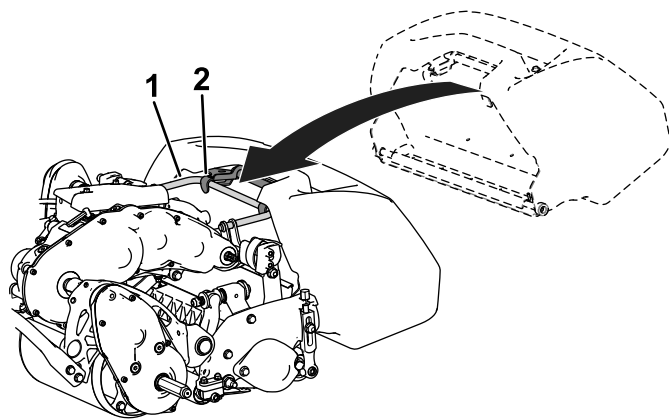

図 4
2. バスケットのリップ部をカッティングユニットの左右のサイドプレートの中央部に合わせて前ローラの上にセットする **図 4**。
3. フレームループの上からバスケットを取り付ける **図 4**。